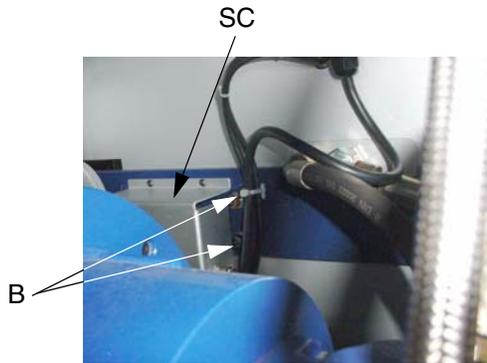
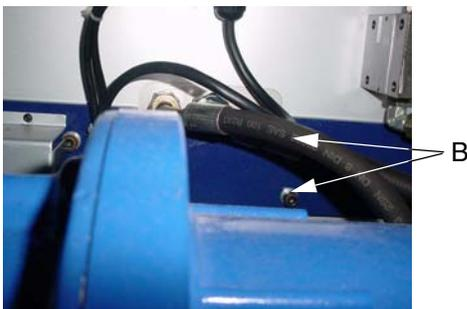

FIG. 15
FIG. 16
6. Mientras dos personas sujetan la línea de bombeo, retire los cuatro pernos (B) que la fijan a la parte trasera del panel. Puede ser necesario retirar la tapa de los interruptores (SC). Deseche los pernos después de retirarlos. El colector hidráulico y la válvula de conmutación hidráulica permanecerán en la unidad. Vea las FIG. 15 y FIG. 16.
1. Para colocar la línea de bombeo cerca junto a los orificios de montaje de la unidad se necesitan dos personas. Con los cuatro pernos (5), la arandela plana (7) y la arandela de retención (6) suministrados, fije la línea de bombeo a la unidad desde la parte trasera con una llave allen de 1/4 (9). Sustituya la tapa de interruptores si antes fue extraída. Vea las FIG. 15 y FIG. 16.